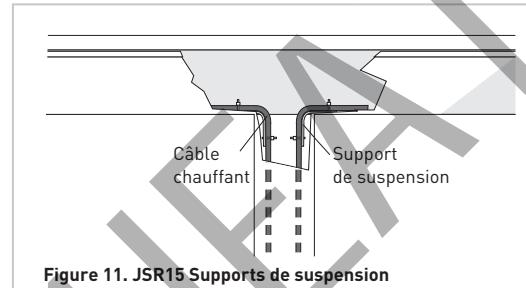

Figure 11. JSR15 Supports de suspension
- Utiliser les supports de suspension JSR15 à la transition entre la gouttière et la descente pour protéger le câble chauffant contre l'effilochage et les dommages causés par les arêtes vives et pour assurer la décharge de traction, comme illustré à la figure 11.